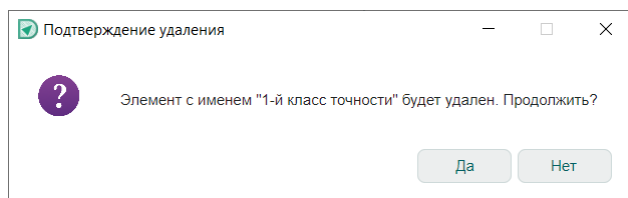

Рис. 132 Подтверждение удаления
3. В окне «Подтверждение удаления» нажмите «Да» для подтверждения удаления шаблона правил или «Нет» для отмены действия, Рис. 132.